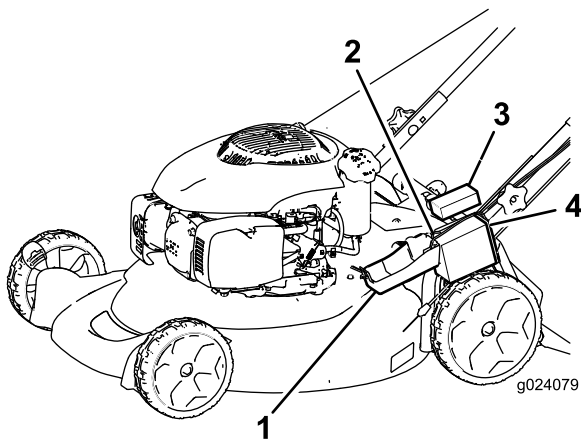

Figure 23
1. Déclipez le couvercle de la batterie et déposez-le (Figure 23).